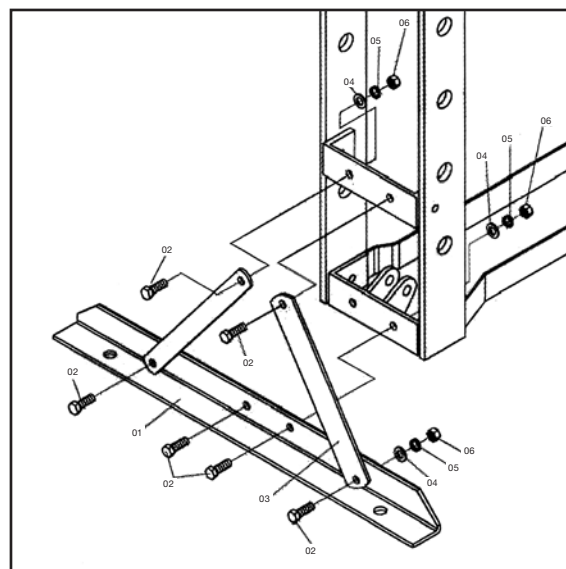

Figure 2
- **Fixez la section de base (01) et le support (03) à la plaque de connexion gauche et droite (30) à l'aide du boulon (02), de la rondelle (06), de la rondelle frein (05) et de l'écrou (04).** (figure 2)